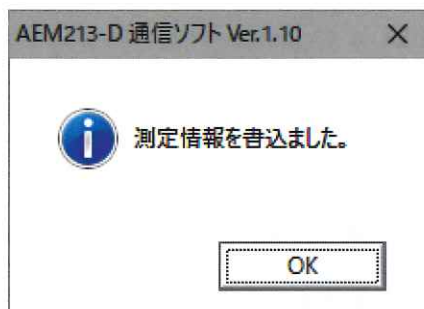

図 3.22 完了メッセージ
- (c) 送信が正しく行われるとメッセージが表示され、自動的に表示部の通信モードが解除されて観測を開始します。(図 3.22)